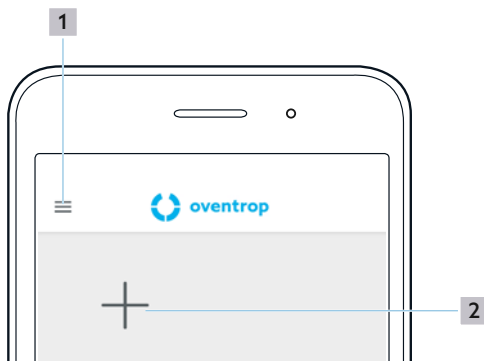

Abb. 12: ClimaCon F App Startbildschirm
- ▶ Nachdem der Raumthermostat entfernt wurde, wechselt die App in den Startbildschirm (Abb. 12 auf Seite 14).